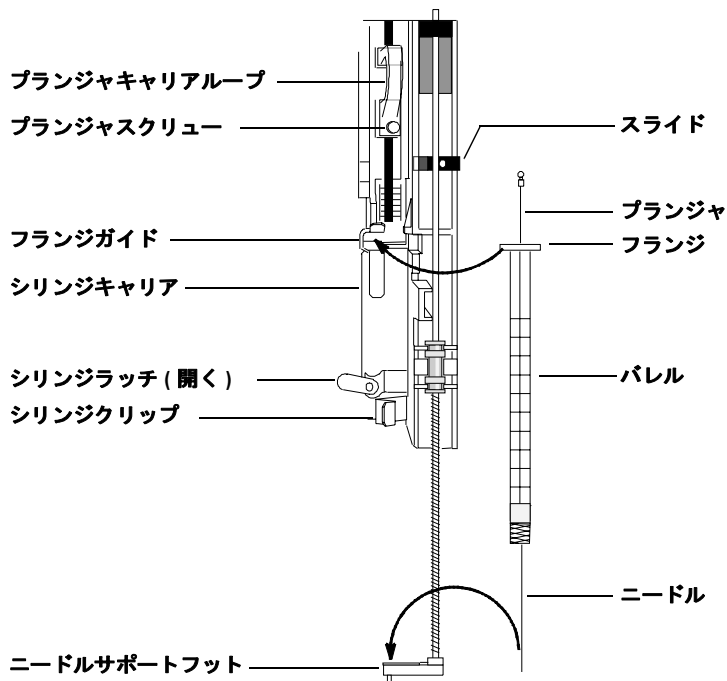

図56 シリンジを取り付ける
シリンジを取り付けるには(図56)
- 2 シリンジが取り付けられる位置になるまで、シリンジキャリッジを上(または下)にスライドさせます。図56を参照してください。